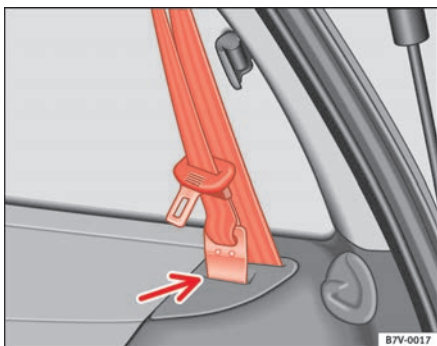

Abb. 19 Ablage des ausgeklinkten Sicherheitsgurtes
- Führen Sie den Sicherheitsgurt am Karabinerhaken nach oben und haken Sie den Karabinerhaken in die Halterung ⇒ Abb. 19 -Pfeil- der Seitenverkleidung ein.